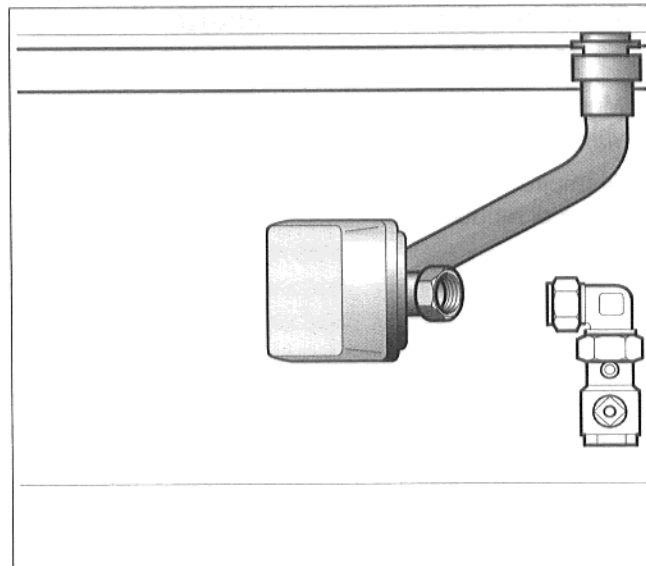

Fig. 8: tubo di mandata valvola a tre vie
- Montare il tubo di mandata valvola a tre vie con anello torico incorporato e morsetto di sicurezza tra la mandata caldaia ed il collegamento alla valvola a tre vie. Tenere presente l'anello di serraggio! (Fig. 8).